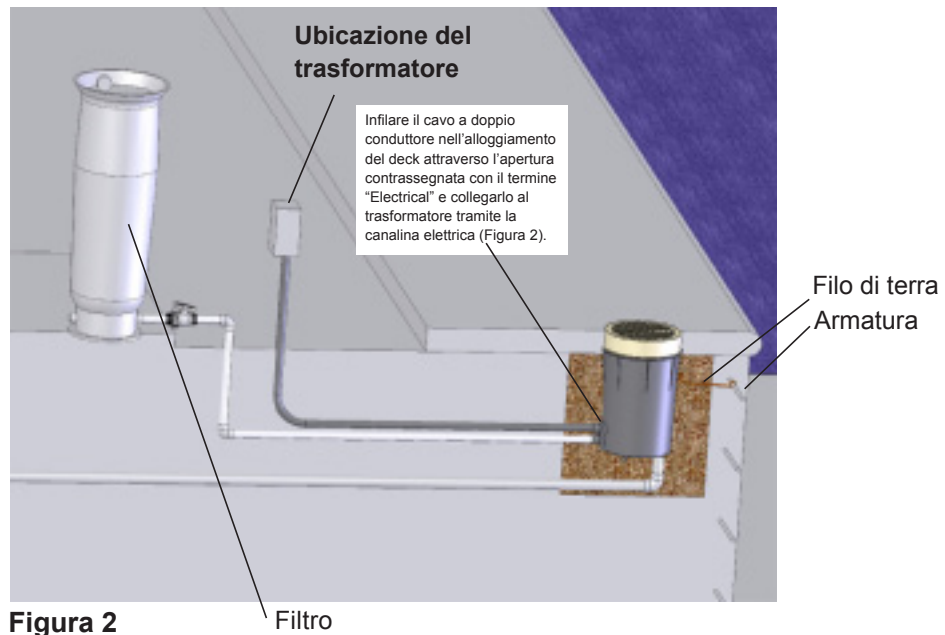

Figura 2
1. Infilare il cavo n. 14 a doppio conduttore nell'alloggiamento del deck attraverso l'apertura contrassegnata con il termine "Electrical" e collegarlo al trasformatore tramite la canalina elettrica (Figura 2).